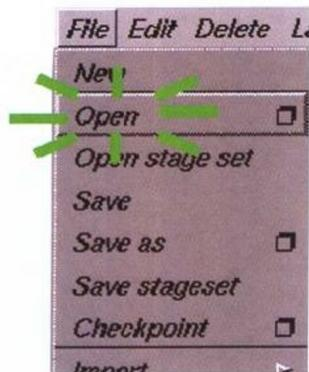

图 1-2
(1) 选择 File → Open 命令打开文件浏览器，如图 1-2 所示。